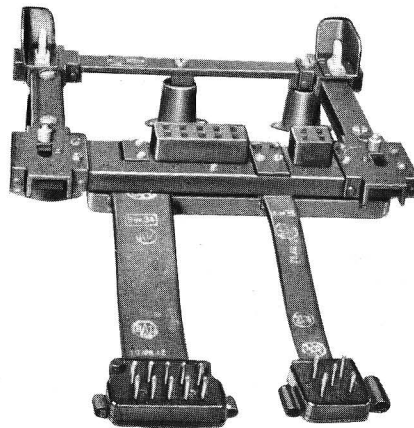

Abb. 22 Aufhängerahmen REZ 6b
41. Der Aufhängerahmen REZ 6b (vgl. Abb. 22) dient zur mechanischen Aufhängung des Peilempfängers EZ 6. Die elektrischen Verbindungen mit dem Empfänger werden durch Federkontaktsätze hergestellt. Zur mechanischen Dämpfung der Erschütterungen sind Schwingmetall-dämpfer für die Wandbefestigung des Aufhängerahmens vorgesehen. Für die elektrische Verbindung mit der innerhalb der Rahmenöffnung an der Wand zu befestigenden Verteilerdose VD 6a dienen zwei Gummiflächkabel. Diese endigen in Mehrfachsteckern, die in die Buchsenleiste der Verteilerdose passen.